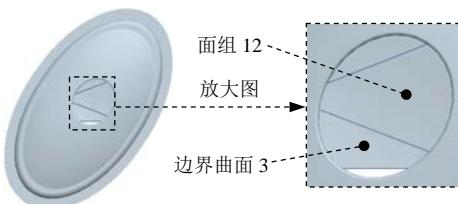
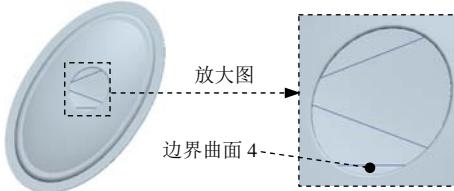

图 21.23 创建面组 123
图 21.24 定义边界曲面 4
Step9. 将图 21.23 所示的面组 12 与边界曲面 3 进行合并，合并后的曲面暂且编号为面组 123。
(1) 按住 Ctrl 键，选取要合并的两个曲面（面组 12 和边界曲面 3），然后单击 **模型** 功能选项卡 **修饰符** 下拉菜单中的 合并 按钮，系统弹出“合并”操控板。
(2) 单击按钮 ，预览合并后的面组。
(3) 确认无误后，单击 按钮。
Step10. 创建图 21.24 所示的边界曲面 4。